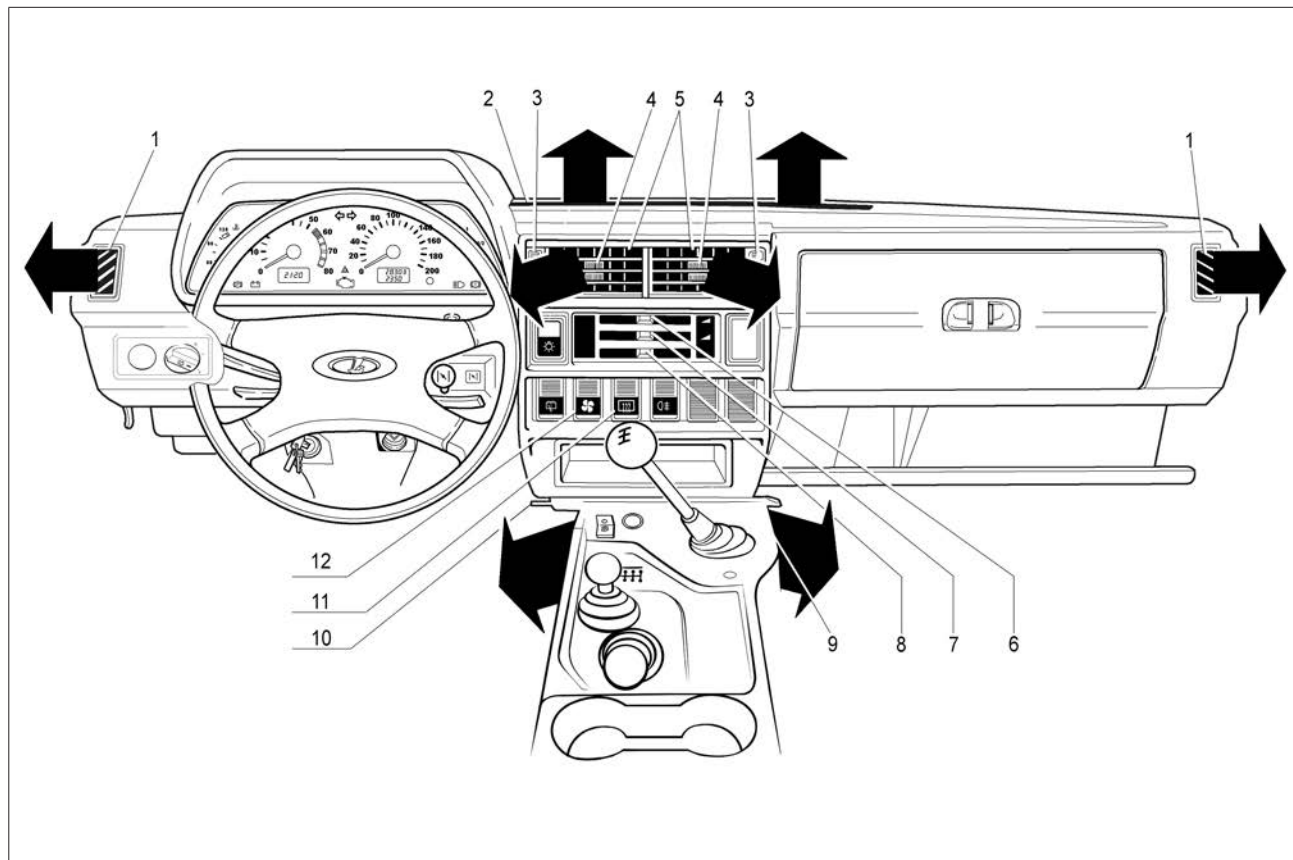

Рис. 25. Органы управления вентиляцией и отоплением салона
- через сопла **2** (рис. 25) обдува ветрового стекла, если передвинуть вправо распределительный рычаг **8** и рычаг **7** управления крышкой люка воздухопритока;